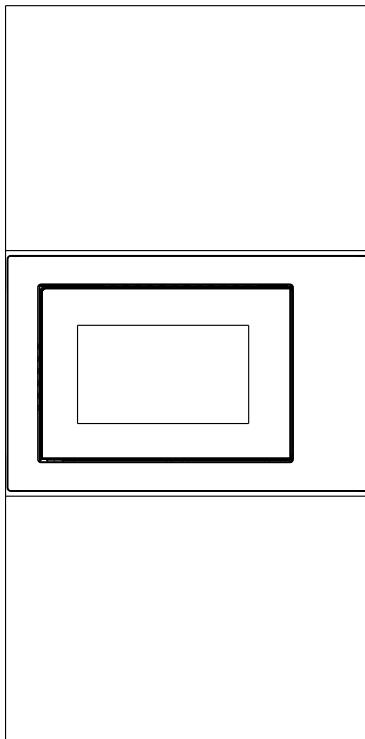

Afb. 2
b) Schuif de combimagnetron tot het einde (afb. 2).